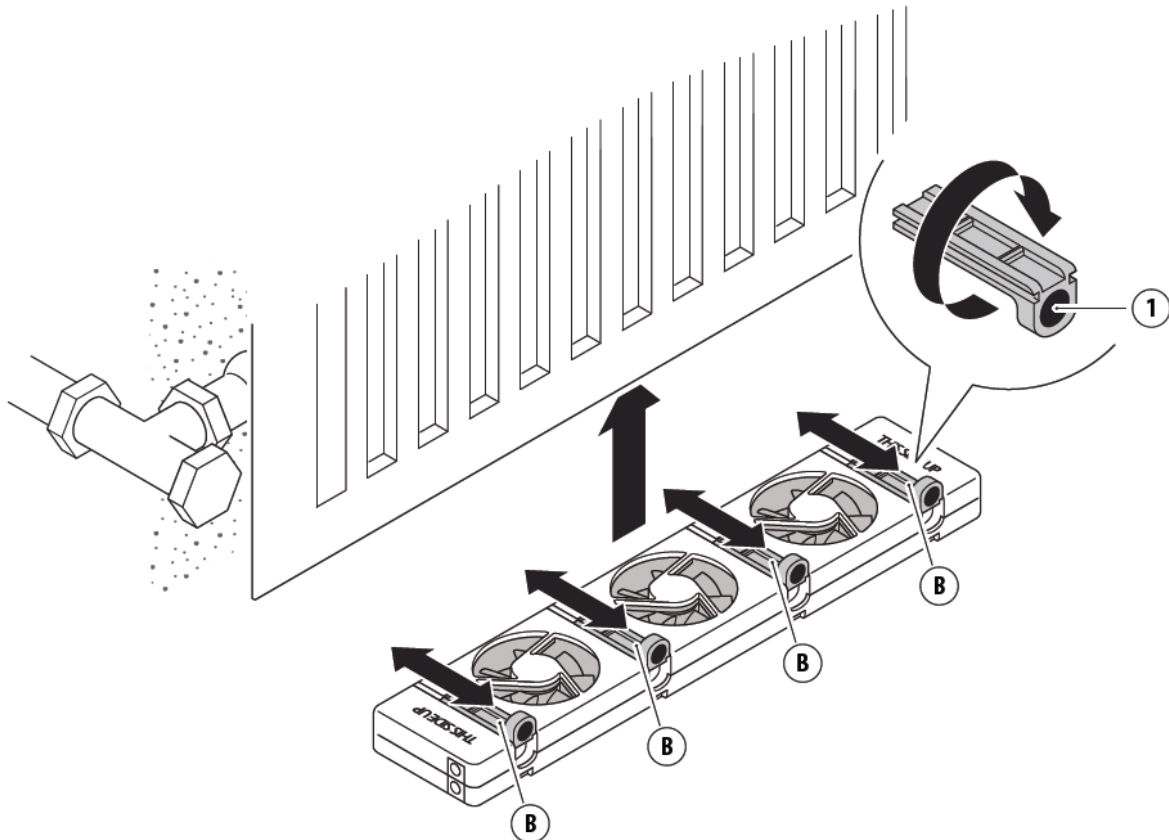

Abbildung 7 - Anbringen des Heizkörperventilators (A) an einem Einzelplatten-Heizkörper.
1. Positionieren Sie die **verstellbaren Magnete (B)** so, dass die **Magnete (1)** auf der gleichen Seite liegen und alle vier **Magneten (1)** nach oben zeigen. Nehmen Sie das Klötzchen heraus, das sich gegenüber den verstellbaren Magneten im Gehäuse befindet. Das Klötzchen bitte als Kunststoffabfall entsorgen.
3. Verwenden Sie die **verstellbaren Magnete (B)**, um den Heizkörperventilator (A) an dem Einzelplatten-Heizkörper anzubringen (siehe Abb. 7).